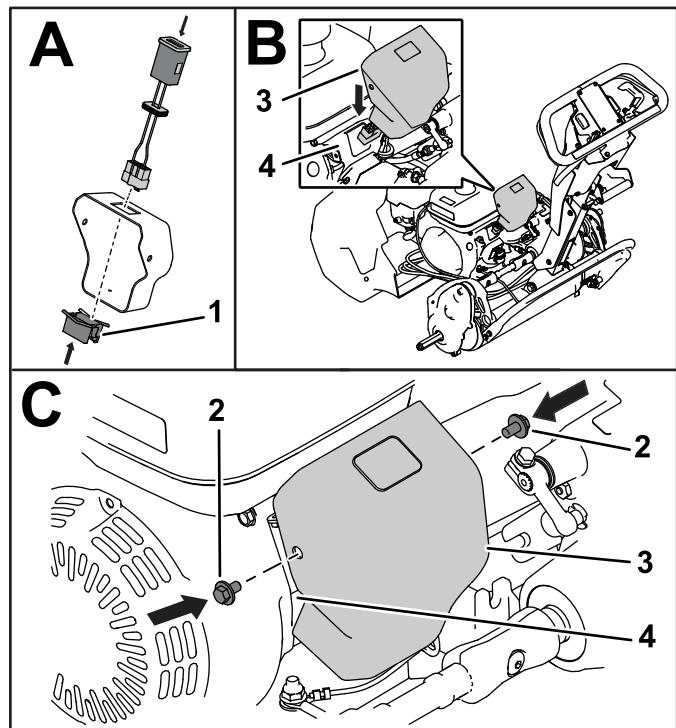

Bild 4
5. Nutzen Sie den Clip um den WHM an der Abdeckung zu befestigen. Führen Sie den WLAN-Kabelbaum durch die Halterung Bild 4.
6. Befestigen Sie die Abdeckung mit zwei Bundbolzen an der Halterung und den Kabelbaumanschlüssen, wie in Bild 4 dargestellt.